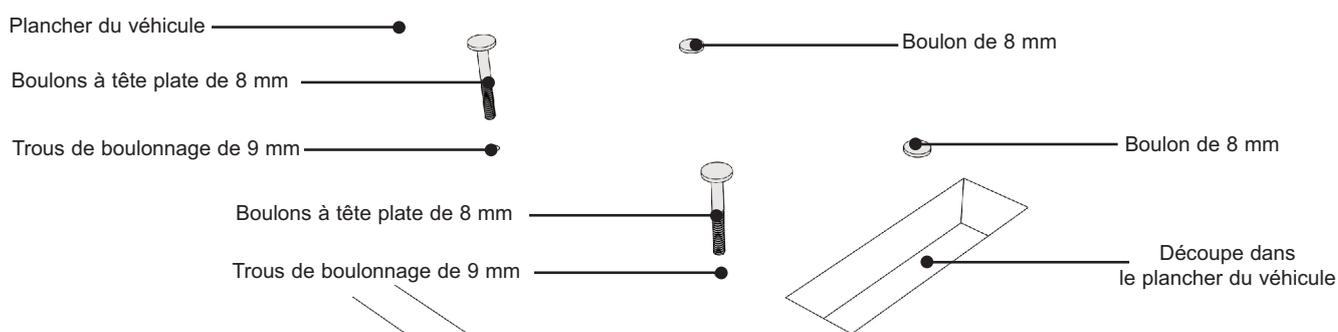

Fig. 10 Installation des boulons de montage
- i. Insérez les boulons à tête plate de 8 mm (non fournis) dans les trous de 9 mm dans le plancher à partir de l'intérieur (comme indiqué à la Fig. 10).